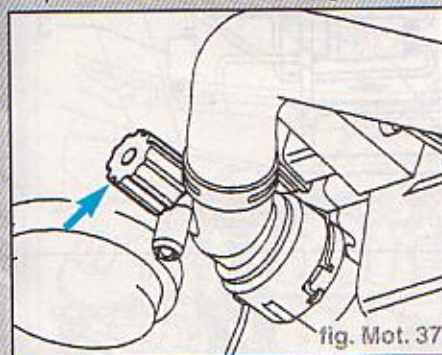

fig. Mot. 37
- Dévisser complètement la vis de vidange du radiateur pour vidanger le liquide de refroidissement (fig. Mot. 37).